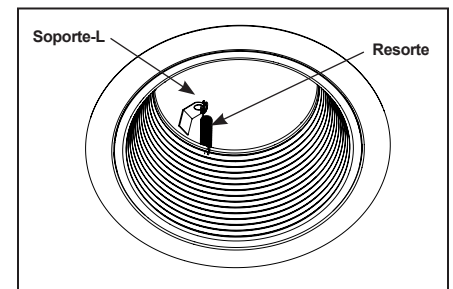

Figura 9
**Paso 1.** Instale los bordes abiertos usando los resortes proporcionados o resortes de torsión. (Vea la Figura 9 para la instalación de resortes de torsión).